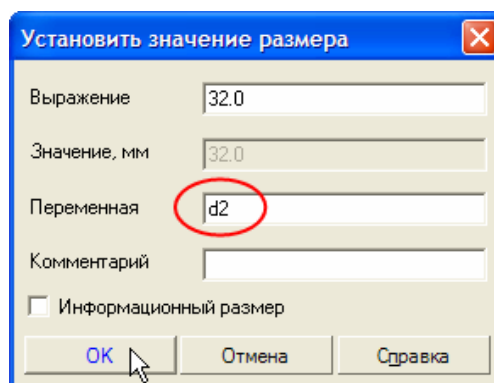

Рисунок 65.
- Проставьте диаметральный размер к осевой окружности (желтая стрелка) и присвойте ему имя переменной d2. Значение в поле Выражение оставьте без изменений – это текущий диаметр осевой окружности (рис.65).